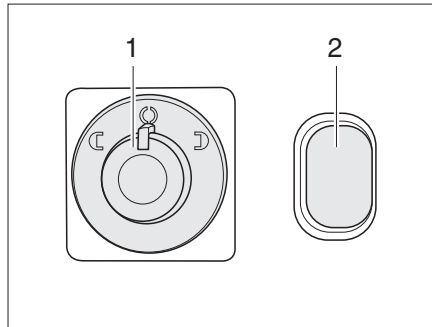

Fig. 18 Conmutadores para los retrovisores exteriores ajustables eléctricamente y la calefacción de los retrovisores
- Seleccionar el retrovisor que se desea ajustar. Para esto, girar el interruptor giratorio (Fig. 18,1) hacia la izquierda o hacia la derecha.
- Ajustar el retrovisor presionando el interruptor (Fig. 18,1) en la dirección correspondiente.
- Pulsar el interruptor (Fig. 18,2). La luz de control en el interruptor indica el funcionamiento.